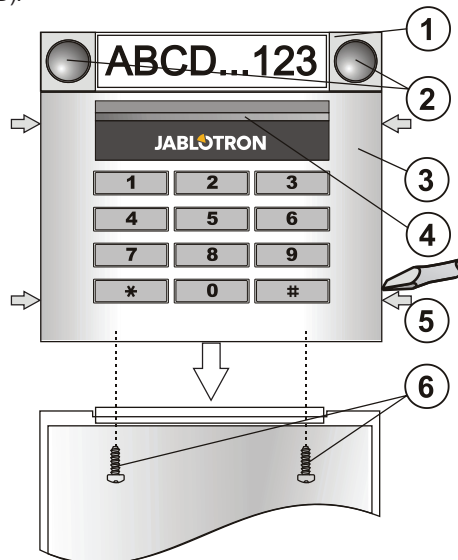

Figure : 1 - segment de commande; 2 - touches du segment; 3 - module du clavier; 4 - touche d'activation éclairée; 5 - cliquets d'ouverture; 6 - vis du capot
- Appuyez progressivement sur les quatre cliquets latéraux (voir la figure 1) et retirez le clavier de la gaine plastique.
- Raccordez le câble du bus à la réglette de bornes (11).
- Raccordez l'arrivée des segments au connecteur interne du clavier (8).